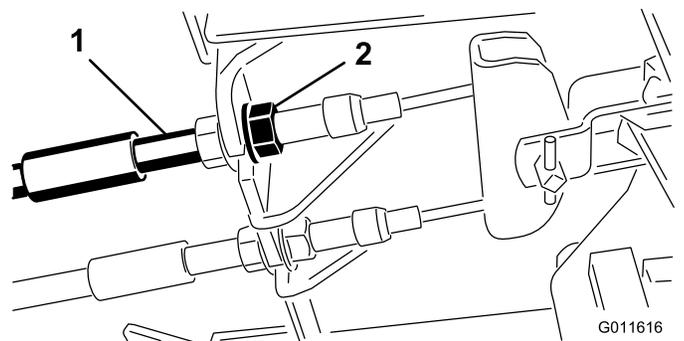

Рисунок 65
1. Чтобы уменьшить свободный ход тормозных педалей, затяните тормоза, ослабив переднюю гайку на резьбовом конце троса тормоза (Рисунок 65).